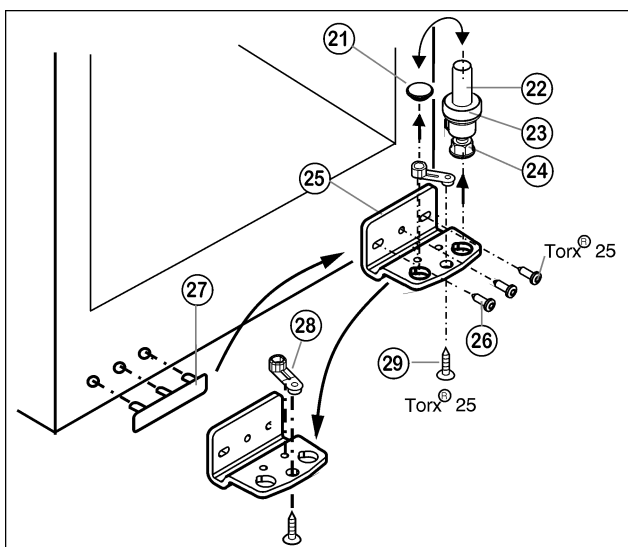

Fig. 6
- ▶ Retirer le pivot Fig. 6 (22) complètement avec le disque Fig. 6 (23) et le pied réglable Fig. 6 (24) par le haut.
- ▶ Enlever le bouchon Fig. 6 (21).
- ▶ Dévisser Fig. 6 (25) le support d'appui Fig. 6 (26).
- ▶ Dévisser l'élément pivotant Fig. 6 (28) et le permuter dans le trou opposé du support d'appui.
- ▶ Soulever le cache côté poignée Fig. 6 (27) avec précaution et le positionner sur le côté opposé.
- ▶ Revisser à fond le support d'appui Fig. 6 (25) sur le nouveau côté charnière en utilisant une visseuse sans fil si nécessaire, avec un couple de serrage de **4 Nm**.
- ▶ Réinsérer le bouchon Fig. 6 (21) dans l'autre trou.
- ▶ Replacer complètement le pivot Fig. 6 (22) avec le disque et le pied réglable. Faire attention à ce que les ergots d'encliquetage soient tournés vers l'arrière.
- ▶ Enlever le bouchon (33) du coussinet de la porte et le mettre de l'autre côté.
- ▶ Démontez la poignée de porte (32), le bouchon (33) et les plaques d'appui (34) puis les repositionner sur le côté opposé.
- ▶ Placer la porte par le haut sur le pivot inférieur Fig. 6 (22).
- ▶ Placer le support d'appui supérieur (12) sur le nouveau côté charnière de porte.
- ▶ Visser le support d'appui supérieur (12) à fond (avec **4 Nm**) (2 Torx® 25) (13). Pointer les trous de vissage ou utiliser une visseuse sans fil.
- ▶ Faire encliqueter le cache (10) et le cache (11) du côté opposé.
- ▶ Aligner éventuellement la porte par rapport aux deux trous oblongs du support d'appui inférieur Fig. 6 (25) pour qu'elle affleure avec l'habillage de l'appareil. Pour cela, dévisser la vis centrale.